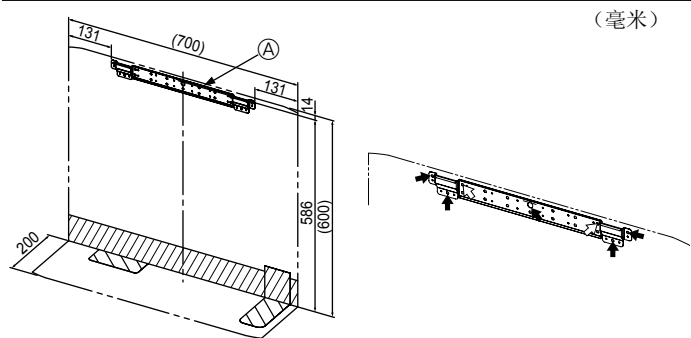

Fig. 3-1
- 将支架牢固地安装在墙壁上（柱头螺栓等）（Fig. 3-1）